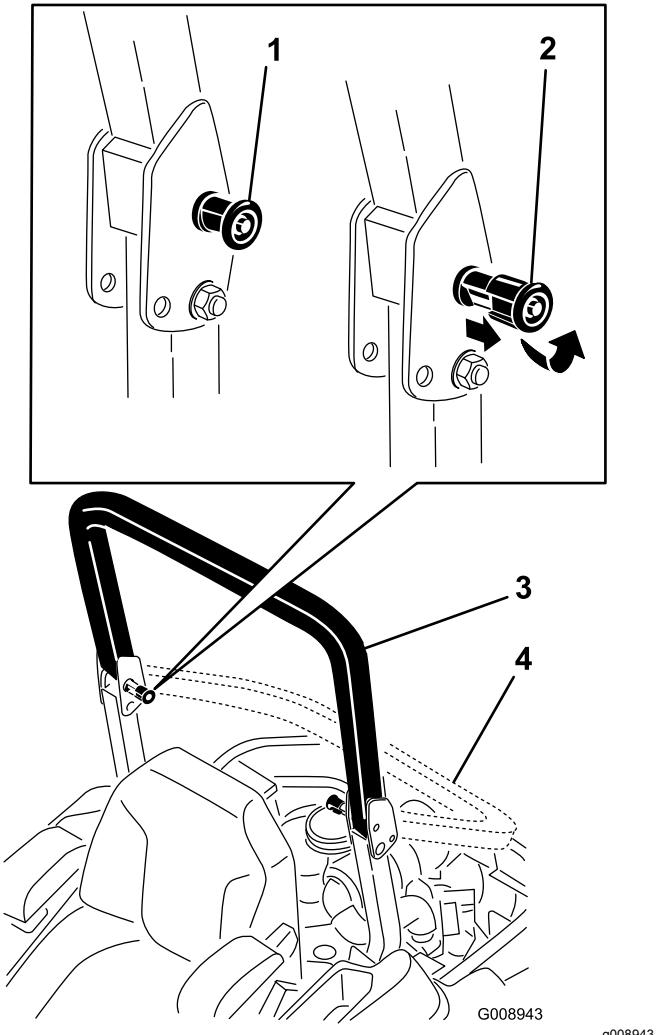

Figura 8
2. Puxe ambos os manípulos para fora e rode-os 90 graus para que não fiquem engatados (Figura 8).
3. Baixe por completo a barra de segurança (Figura 8).
4. Para levantar a barra de segurança, levante a barra para a posição de funcionamento, rode os manípulos para que se movam parcialmente para as ranhuras (Figura 8).
5. Levante a barra de segurança para a posição vertical enquanto empurra a barra de segurança superior; os pinos encaixam na posição quando estiverem alinhados com os orifícios (Figura 8).